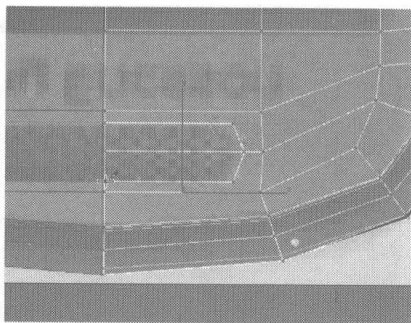
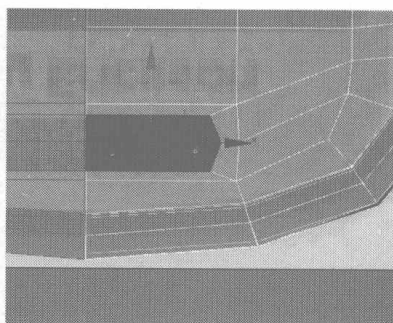

图 4.189
图 4.190
- 20** 在 Back 视图中用 Cut 命令在如图 4.189 所示的位置添加细分线, 划分出听筒位置, 再选择如图 4.190 所示的面, 将其删除。